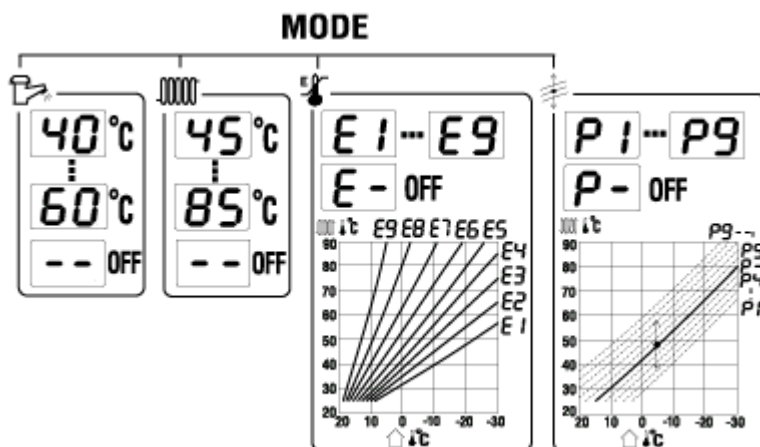

Рисунок 3 – Настройка эквитермических кривых.
Нажмите кнопку Bar/MODE – на дисплее изобразится буква E с цифрами от 1 до 9 или с тире. Выбор эквитермической кривой проводится кнопками (7) и (9). Крутизна кривой повышается в зависимости от настраиваемой цифры ($E1 < E9$), смотри рисунок 3. Выключение эквитермического регулирования производится установкой E -.